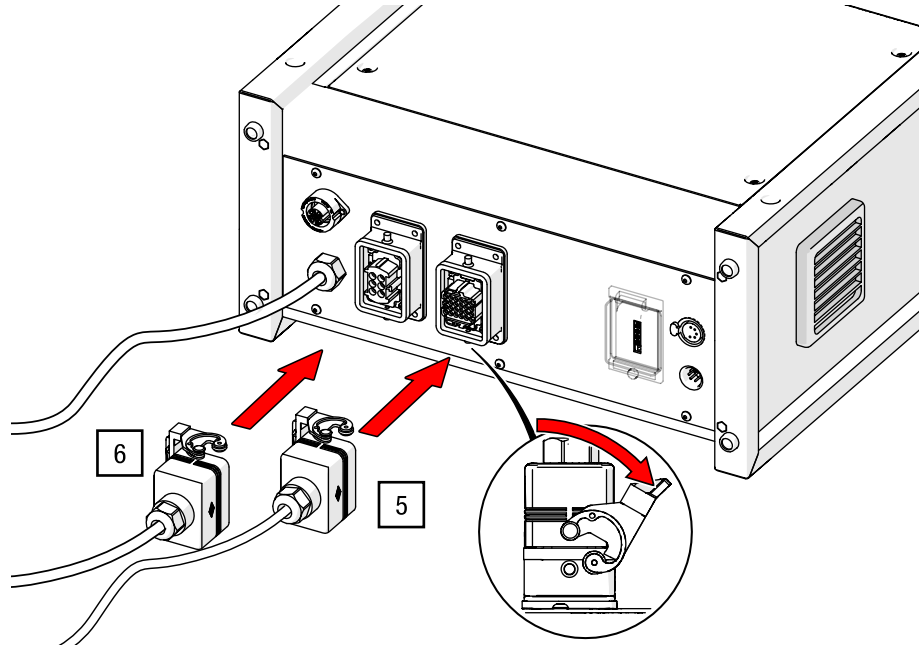

Abb. 37: G-FRAME 54 – Strom- und Steuerkabel der Rollbildwand anschließen (Modell kann abweichen)
5. Stecken Sie das 25-m-Stromkabel in die mit 1XS1 markierte Buchse an der Rückseite der Steuerung und verriegeln Sie es mit dem Bügel (siehe Abb. 37).
6. Stecken Sie das 25-m-Steuerungskabel in die mit 1XS2 markierte Buchse und verriegeln Sie es ebenfalls mit dem Bügel (siehe Abb. 37).